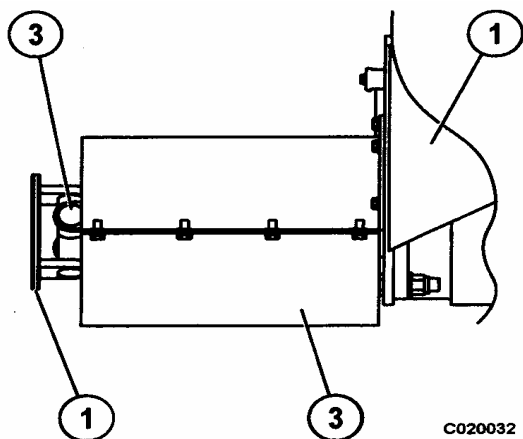

FIGURA 2-1. EJE DE MANDO DE LA BOMBA HIDRÁULICA
- Saque la cubierta del eje de mando inferior (2, Figura 2-1). Desconecte el eje de mando de la bomba (3) en la pestaña de la junta en U del eje de mando (4) montado en el alternador.